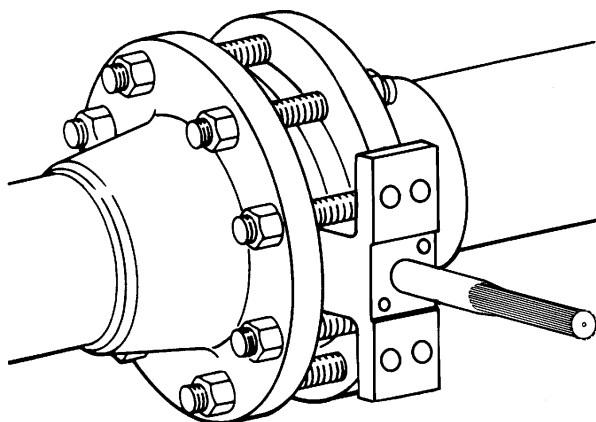

Рисунок 4. Установка бесфланцевых клапанов
Клапан может устанавливаться в любом положении, однако, рекомендуется монтировать клапан так, чтобы вал привода клапана находился в горизонтальном положении, а привод располагался вертикально, как показано на рис. 4.
Установите клапан так, чтобы направление, обозначенное на нем стрелкой, соответствовало направлению потока. Дополнительная информация показана на рис. 4.
1. Рекомендуемая ориентация клапана показана на рис. 4.